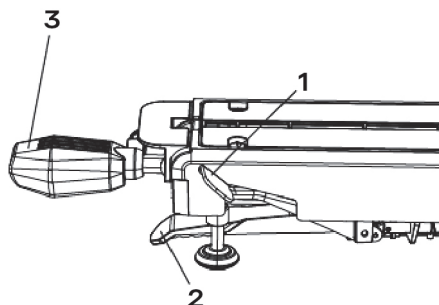

рис. 36
1. Разблокировать поворотный стол, подняв рычаг блокировки кулачка (1) вверх (рис. 36). Для этого, удерживая рычаг блокировки неподвижного упора (2) в верхнем положении, повернуть стол на требуемый угол вправо или влево с помощью ручки поворота (3).
2. Отпустить рычаг блокировки неподвижного упора (2).
3. Опустить рычаг блокировки кулачка (1), чтобы заблокировать поворотный стол в нужном положении.